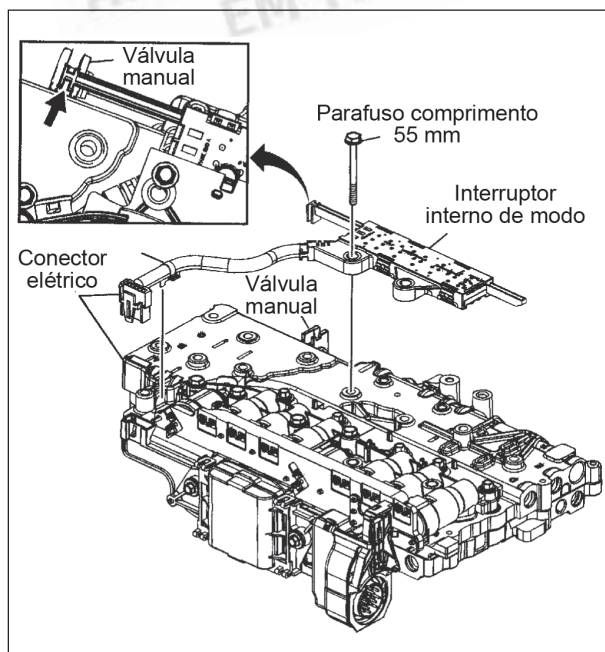

Figura 148
28. Instale o interruptor interno de modo, conforme mostra a figura 148, utilizando um parafuso de 55 mm longo do corpo de válvulas na posição mostrada na figura e aperte-o somente com as mãos.
- Alinhe o ativador deslizante do interruptor com a válvula manual, conforme mostra a figura 148.